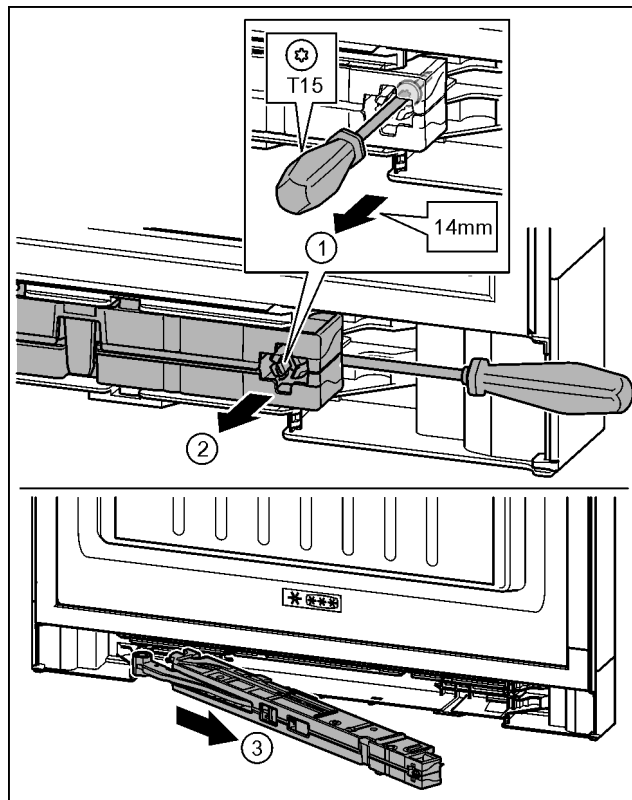

Fig. 17
- Desfaceți aprox. 14 mm șurubul de la unitatea amortizorului de închidere cu șurubelnița T15. Fig. 17 (1)
- Aplicați șurubelnița pe partea mânerului în spatele unității amortizorului de închidere. Rotiți unitatea spre înainte. Fig. 17 (2)
- Scoateți unitatea. Fig. 17 (3)